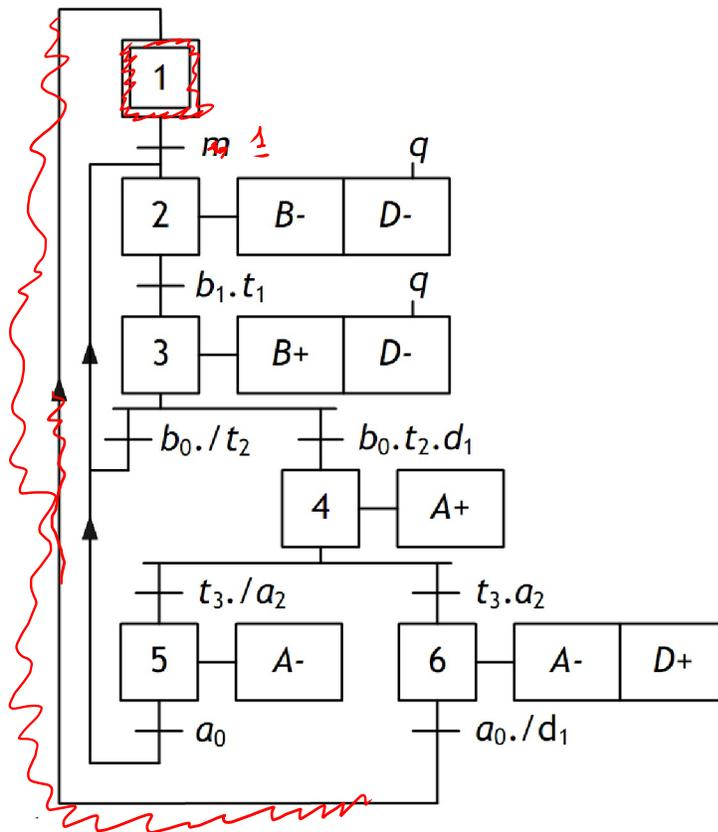

FIGURE 3 – GRAFCET du fonctionnement normal de la machine d’emballage semi-automatique
Le GRAFCET du fonctionnement normal de la machine d'encaissage est présenté à la figure 3. Depuis l'étape initiale 1, un signal m (marche) autorise le fonctionnement :
- La machine encaisse des pièces selon le GRAFCET de la figure 3.